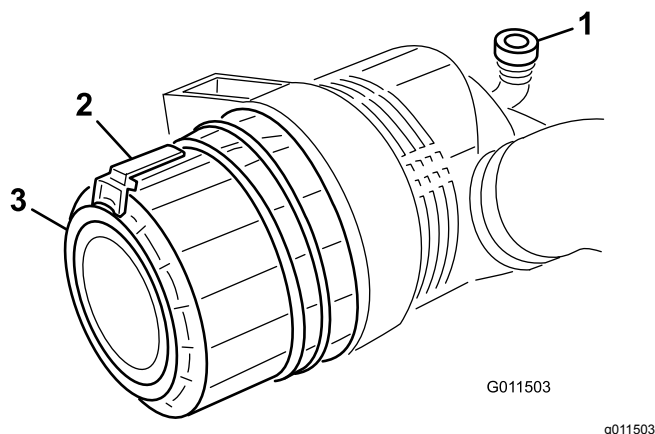

Figure 49
Faites l'entretien du filtre à air uniquement quand l'indicateur de colmatage (Figure 49) indique que cela est nécessaire. Changer le filtre à air prématurément ne fait qu'accroître le risque de contamination du moteur par des impuretés quand le filtre est déposé.
1. Tirez le verrou vers l'extérieur et tournez le couvercle du filtre à air dans le sens antihoraire (Figure 49).